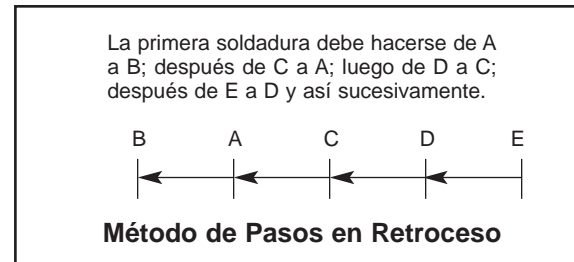

FIGURA 17
3. Al soldar una placa de metal de calibre 16 (1.5 mm) o más ligera, la acumulación de calor puede ocasionar deformaciones y quemaduras. Una manera de eliminar estos problemas es utilizar el método de pasos en retroceso que se muestra en la Figura 17.